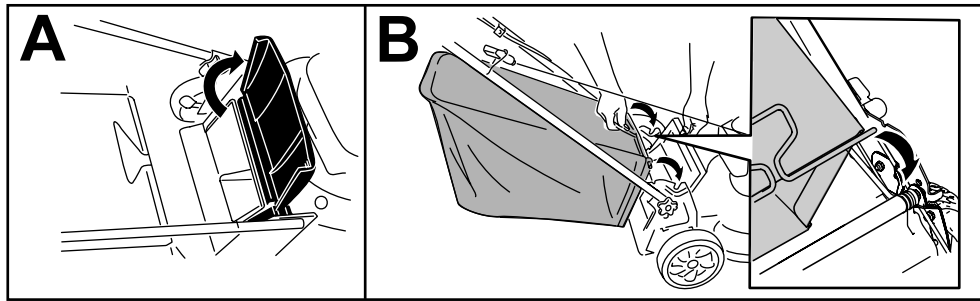

Bild 18
1. Heben Sie das hintere Ablenkblech an und halten Sie es hoch (A in Bild 18).
2. Setzen Sie den Grasfangkorb ein, stellen Sie sicher, dass die Stifte am Fangkorb in den Kerben am Holm sind (B in Bild 18).